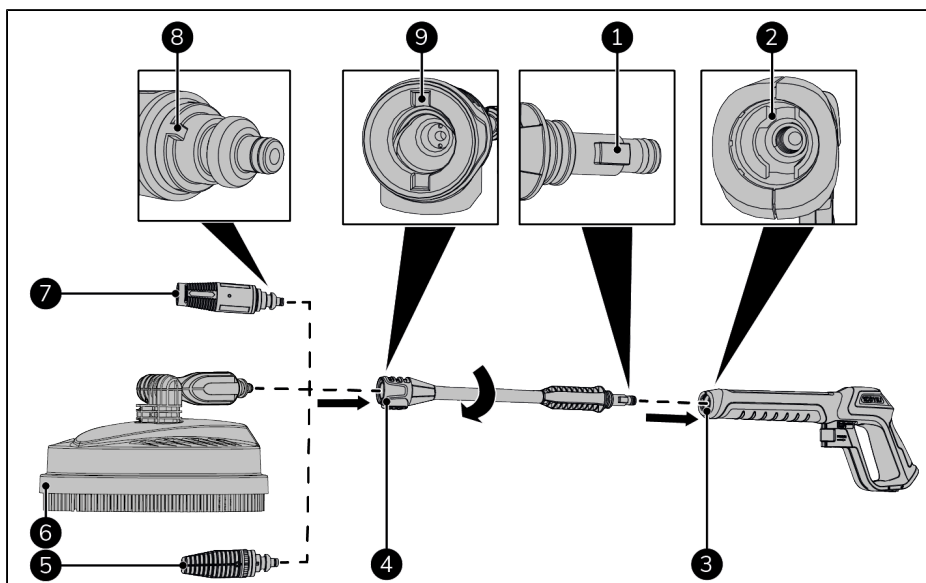

Figure 75.
1. Faites coïncider le rebord de la buse ou le nettoyeur de sol (Figure 75, pos. 8) avec la rainure de la rallonge de la lance (Figure 75, pos. 9).
2. Insérez la buse ou le nettoyeur de sol (Figure 75, pos. 5, 6 ou 7) dans la rallonge de la lance (Figure 75, pos. 4).
4. Faites coïncider le rebord de la rallonge de la lance (Figure 75, pos. 1) avec la rainure dans le pistolet à jet (Figure 75, pos. 2).
5. Insérez la rallonge de la lance (Figure 75, pos. 4) dans le pistolet à jet (Figure 75, pos. 3).